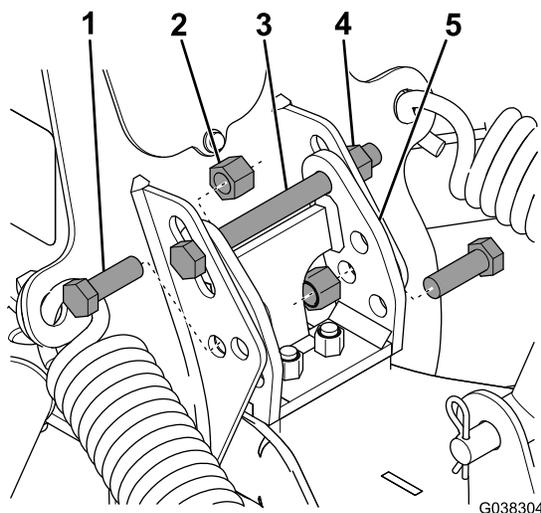

Bild 26
2. Lösen Sie die Mutter, mit der die lange Schraube am Schubrahmen befestigt ist, wie in Bild 26 dargestellt.
3. Entfernen Sie die beiden kurzen Schrauben und Muttern, wie in Bild 26 dargestellt.
4. Heben oder senken Sie die Halterung des Anschlagpuffers auf die gewünschte Höhe an/ab (Bild 26).
5. Bauen Sie die zuvor entfernten kurzen Schrauben und Muttern wieder ein und ziehen Sie die Muttern auf der langen Schraube fest (Bild 26). Ziehen Sie die Schrauben mit einem Drehmoment von 76 N·m fest.